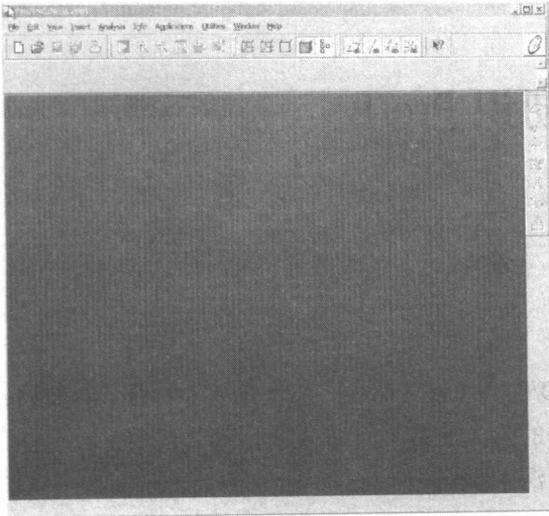

图 1-1
1. 将配书光盘中的内容复制到 D 盘中的一个文件夹下，双击桌面上的 Pro/E 2001 执行程序图标，打开 Pro/E 工作界面，如图 1-1 所示。